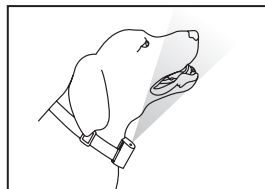

Fig. 5
2. Coloque el collar alrededor del cuello del perro mientras éste se encuentre de pie, de manera que la abertura del spray sea perpendicular a la nariz (Fig. 5) y ajústelo al tamaño correcto.